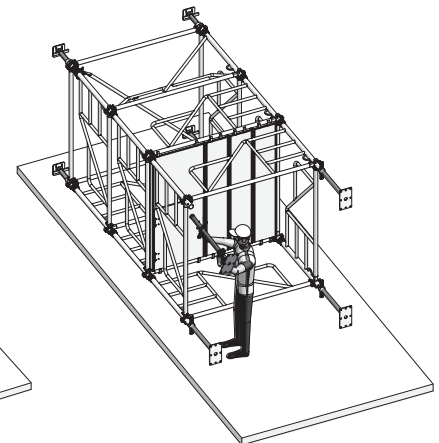

Abb. 15.4
5. Wenn die Turmhöhe erreicht ist, die Kopfspindeln montieren (Abb. 15.4).